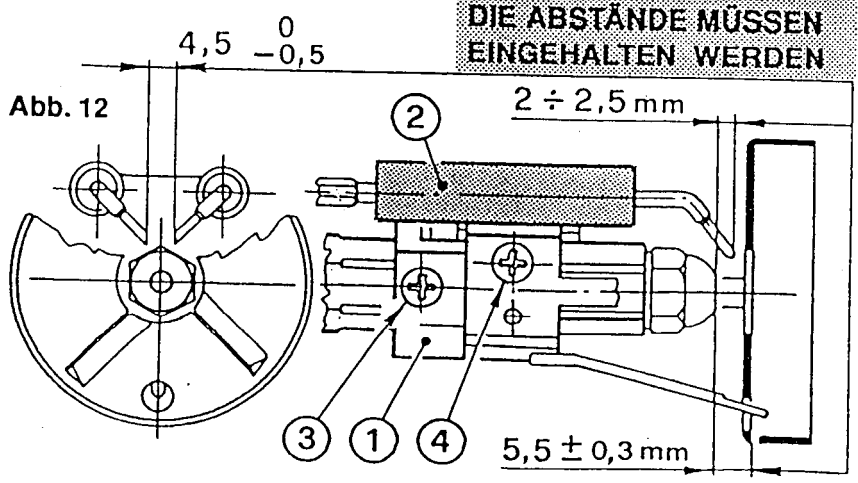

Abb. 12
Um die Stauscheibe-Halter (1) einzustellen, die Schraube (3) lösen und um die Elektroden (2) einzustellen, die Schraube (4) lösen. (Siehe Abb. 12)
- Den Stauscheibe-Halter (11) vom Düsenstock abnehmen, nachdem die Schraube (3, Abb. 12, Seite 5) gelockert wurde.